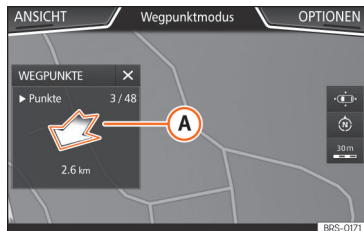

Abb. 231 Routenführung Offroad-Modus
- Die tendenzielle Fahrtrichtung wird durch Richtungspfeile auf gerader Linie im Pop-up-Fenster des Infotainment-Systems angezeigt » Abb. 231 A.